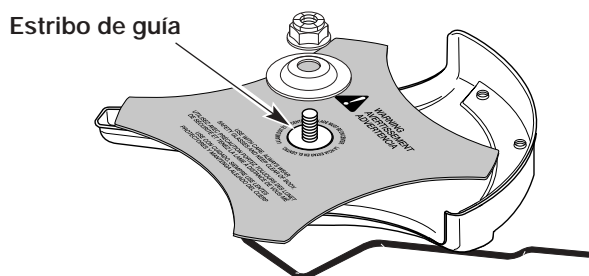

Fig. 12
- Verifique que la cuchilla de corte esté centrada en el estribo de guía y quede plana contra el buje del eje de salida (Fig. 12).